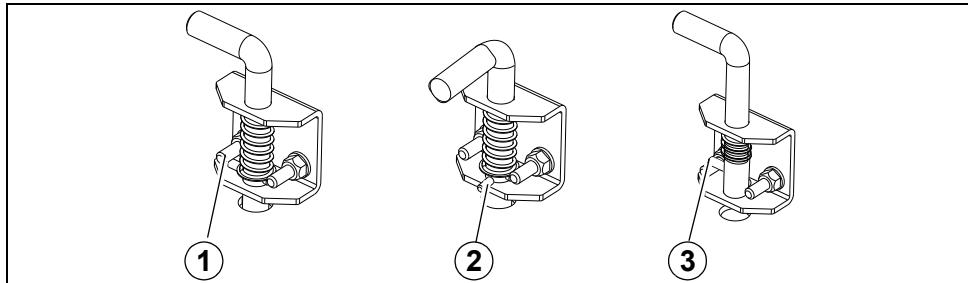
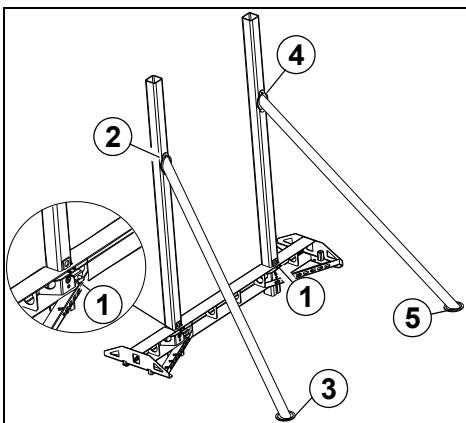

Figura 2 Posiciones de bloqueo de los pernos de seguridad
Figura 4 Pilares y puntos
- 2 Colocar los pernos de seguridad del soporte transversal en posición 2 (Figura 2/2).
- 4 Colocar los pernos de seguridad del soporte transversal en posición 1 (Figura 2/1).
- 5 Colocar los pernos de seguridad para los pilares (Figura 4/1) del soporte transversal en posición 2 (Figura 2/2).
- 7 Introducir el puntal izquierdo en los orificios del pilar (Figura 4/2).
- ✓ El extremo inferior del puntal (Figura 4/3) se posiciona sobre el orificio respectivo del riel modular.
- 8 Introducir el puntal derecho en los orificios del pilar derecho (Figura 4/4).
- ✓ El extremo inferior del puntal (Figura 4/5) se posiciona sobre el orificio respectivo del riel modular.
- 9 Colocar los pernos de seguridad para los pilares (Figura 4/1) en posición 3 (Figura 2/3) de forma que los pilares encajen hasta hacer tope en el soporte transversal.
11 Colocar los pernos de seguridad para los pilares en posición 1 (Figura 2/1).
- 3 Colocar los pernos de seguridad para los pilares en posición 3 (Figura 2/3).
- 6 Colocar ambos pernos de seguridad del soporte transversal en posición 3 (Figura 2/3).